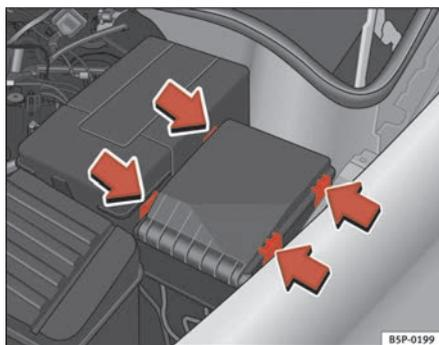

Fig. 161 Cache de fusibles dans le compartiment moteur
- Retirez le cache de fusibles du compartiment moteur en faisant pression sur les languettes vers le centre du cache ⇒ fig. 161.